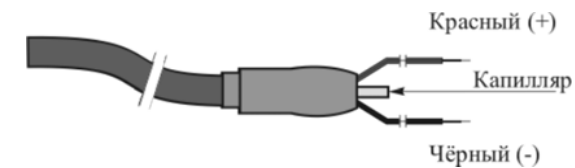

Рис. 4.2.. Электрическое присоединение Тип РК
8.8 Электрическое присоединение РК (рис.4.2) проводят в монтажной коробке по схемам рисунков 2, 3 (красный «+», чёрный «-»).